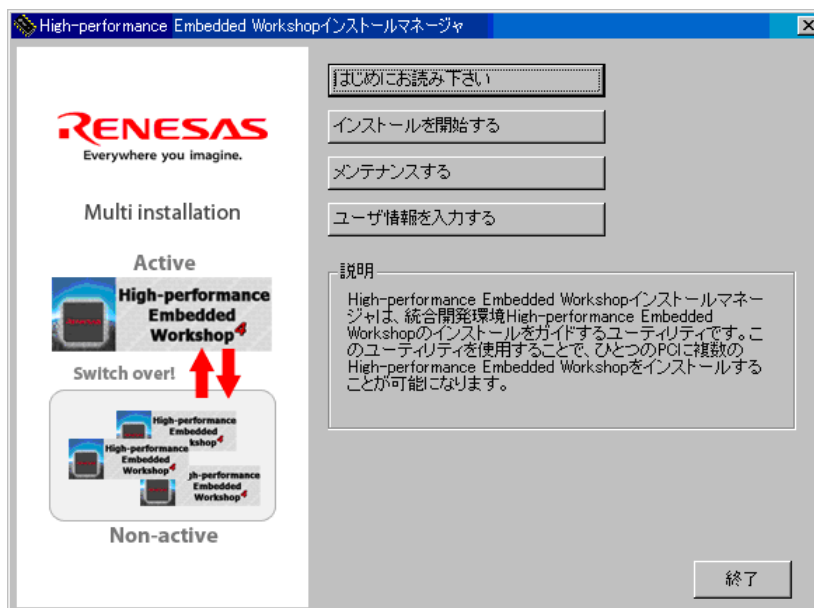

図3.1.4 High-performance Embedded Workshop インストール手順④
- ⑤インストール画面の指示に従ってインストールを継続し、すべてのインストールが終了すると図 3.1.4に示すダイアログが表示されますので、“終了”ボタンをクリックします。